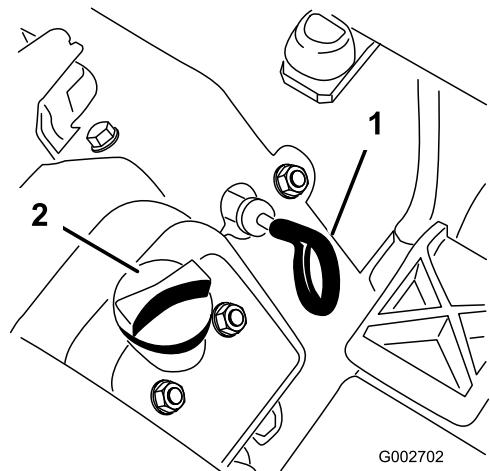

Bild 24
3. Reinigen Sie den Bereich um den Ölfüllstutzendeckel bzw. den Peilstab vor dem Abnehmen, damit kein Schmutz oder Schnittgut usw. in den Motor gelangt (Bild 24).
4. Ziehen Sie den Peilstab heraus (Bild 24) und wischen Sie ihn mit einem sauberen Lappen ab.